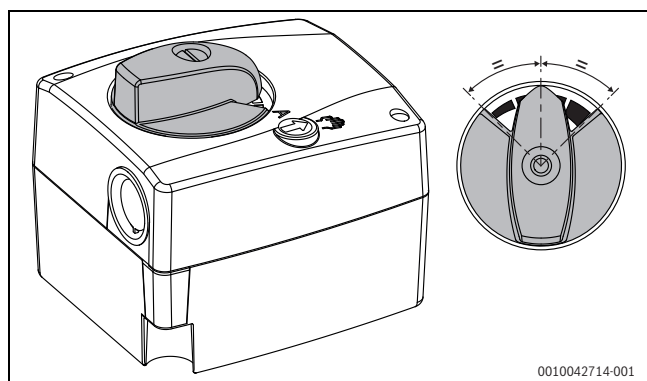

Bild 32 Drehschalter des Mischermotors in Mittelstellung
- ▶ Drehschalter für Mischerstellung (→ Bild 32) auf Mittelstellung stellen.
- ▶ Neuen Motor auf manuellen Betrieb einstellen und mittels Drehschalter auf Mittelstellung stellen (→ Bild 32).